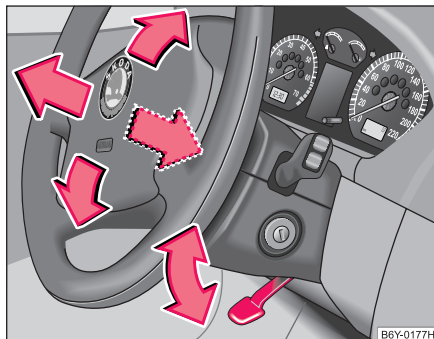

Fig. 82 Volante regulable: Palanca bajo la columna de dirección
- Gire la palanca situada bajo la columna de dirección ⇒ fig. 82 hacia abajo ⇒ .